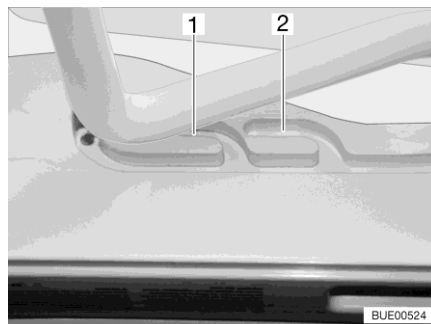
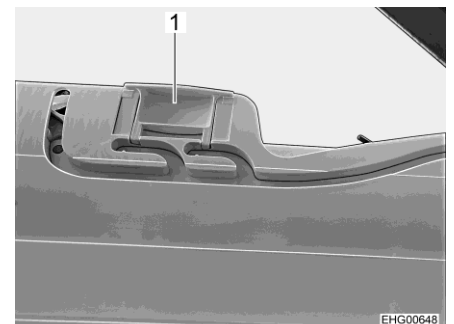

Bild 53 Führung (Lüftungsstellung)
Bild 54 Verriegelung (Lüftungsstellung)
Die Heki-Dachhaube kann in zwei Lüftungsstellungen gebracht werden: Schlechtwetterstellung (Bild 53,1) und Mittelstellung (Bild 53,2). Je nach Modell kann die Dachhaube in der Mittelstellung mit den beiden Riegeln (Bild 54,1) links und rechts am Rahmen der Dachhaube verriegelt werden.
- Den Bügel leicht nach oben drücken und in die gewählte Führung (Bild 53,1 oder 2) schieben und ggf. verriegeln.